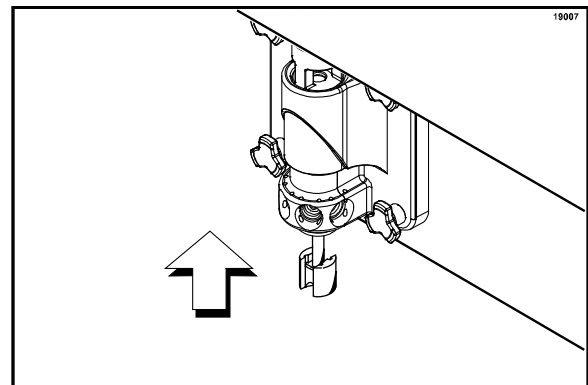

Figure 124
14. Insérer l'arbre de la lame du centrifugeur dans le milieu du centrifugeur et le faire passer par la cavité de la vanne de sortie, jusqu'à ce qu'il apparaisse en haut de la vanne de sortie. La lame du centrifugeur doit être alignée et enclenchée dans la partie inférieure du centrifugeur. Ceci permet à l'arbre du centrifugeur de remonter suffisamment haut pour s'engager dans l'accouplement du centrifugeur, en haut (Cf. Figure 124).